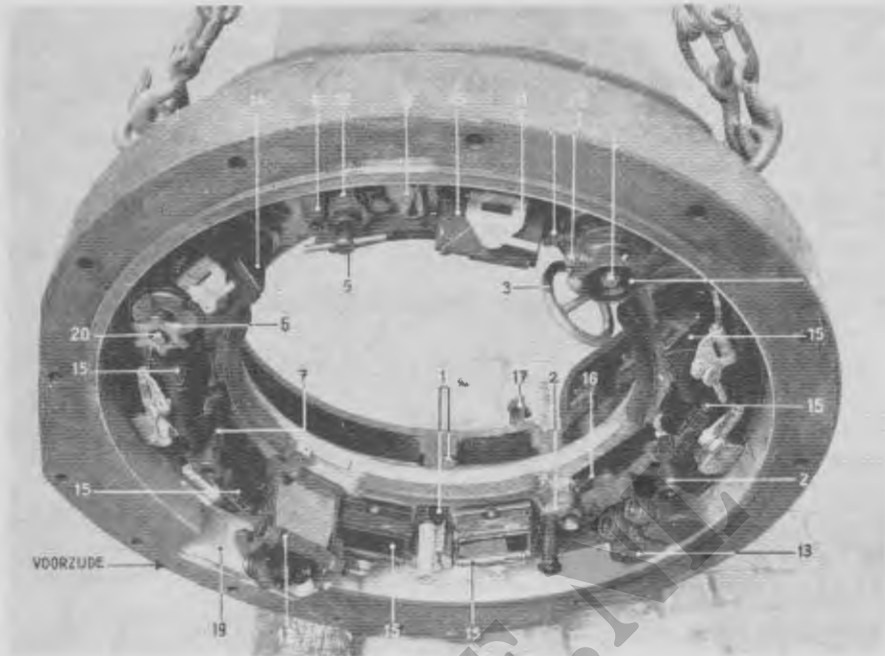

Fig. 6
**24. Cupola (fig 5 en fig 6).**
(fig 5 met kijker in waarneem positie, fig 6 met de kijker weg geklapt achter de periscoopspiegel)